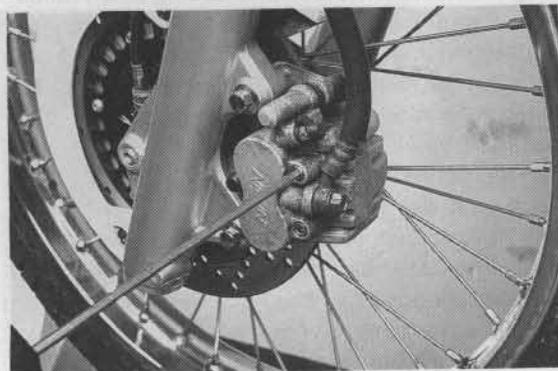

Bild 37
- Vor Ausdrehen der Bremssattel-Befestigungsschrauben, Haltestifte der Bremsklötze (Bild 37) lockern.